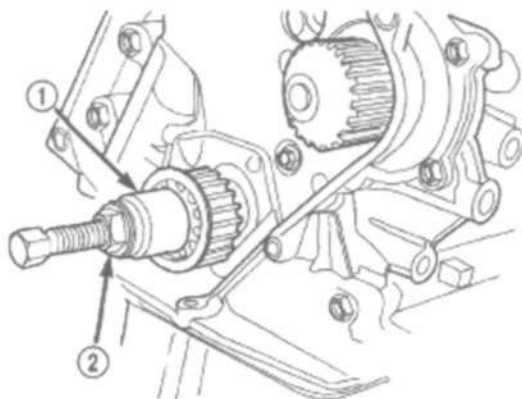

Рис. 105 Установка звездочки коленвала
(1) Установить звездочку коленвала при помощи спец. приспособления 6792 (Рис. 105).